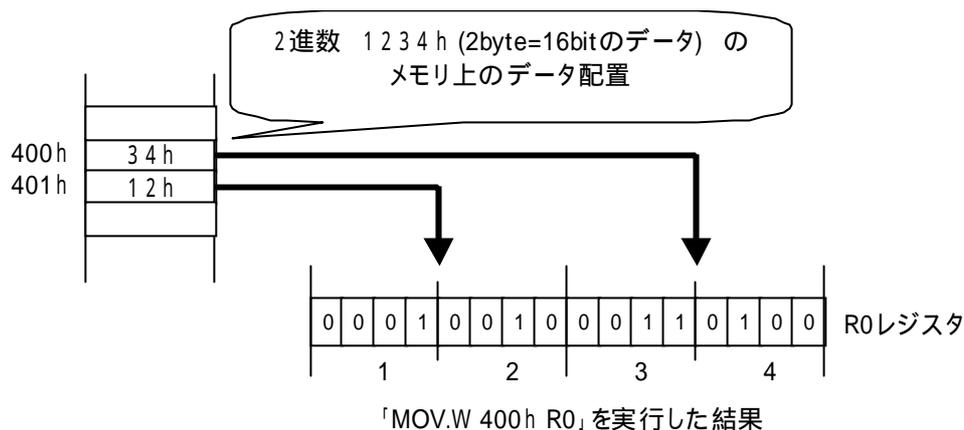

図 4 2 メモリ上のデータ配置（エンディアン）
(3) メモリ中のデータを指定するには、アドレスをそのまま指定するだけでよい。ただし、2 バイトのデータ（ワード）の場合、図 4 2 のように格納される。